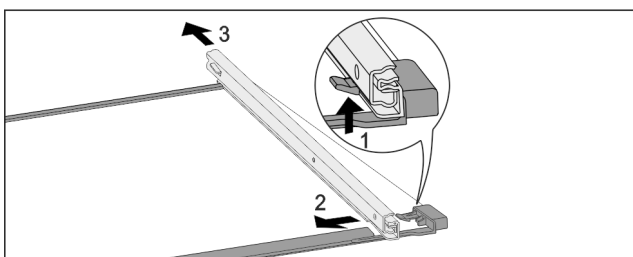

Fig. 110 Glasplatte mit Schienen
- ▶ Vorderen Rasthaken nach oben drücken. Fig. 110 (1)
- ▶ Auszugsschiene zur Seite Fig. 110 (2) und nach hinten Fig. 110 (3) wegschieben.